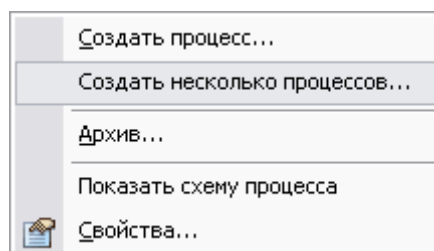

Рис. 27 Контекстное меню шаблона
- Нажмите правой кнопкой мыши на название соответствующего шаблона и выберите из контекстного меню команду **Создать несколько процессов...** (Рис. 27).